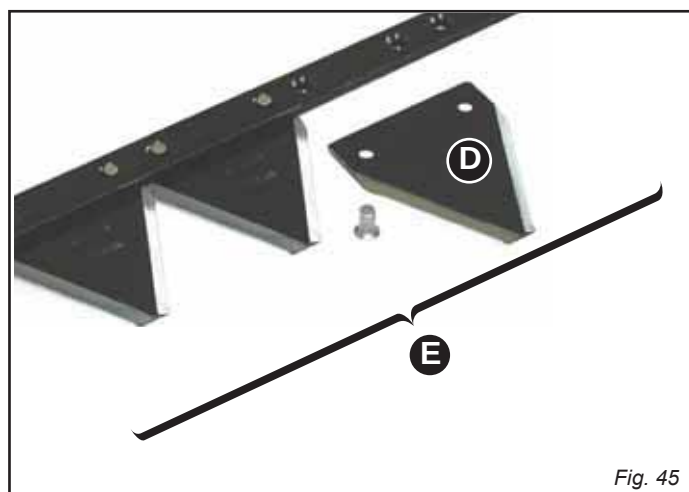

Fig. 45
ЗАМЕНА ПЛАНКИ-ДЕРЖАТЕЛЯ СЕКЦИЙ (Е, Рис. 45)
ЗАМЕНА СЕКЦИЙ (D, Рис. 45)
- Заклепайте новую секцию специальными заклёпками (D, Рис. 45).